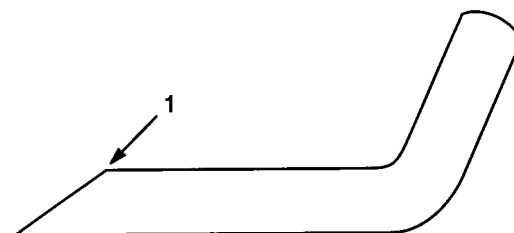

Fig. 19
3. Undersøg alle knivenes skær. Hvis skærene er sløve eller har hak, skal de slibes. Kun den øverste del af skæret skal slibes og den oprindelige vinkel skal opretholdes for at sikre, at kniven bliver skarp (fig. 19). Kniven vil blive ved med at blive afbalanceret, hvis der fjernes lige meget metal fra begge skær.